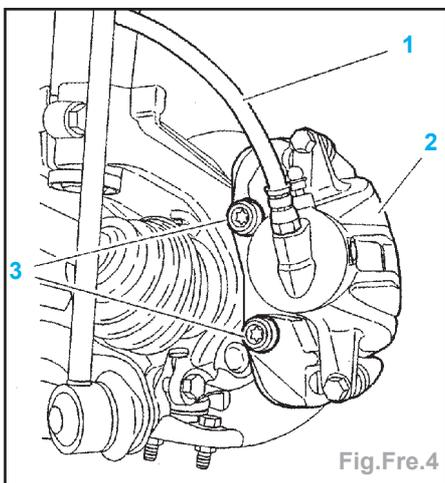

Fig.Fre.4
- Déposer le raccord flexible (1) de l'étrier de frein (2) (Fig.Fre.4).
- Déposer les vis (3) (Fig.Fre.4).